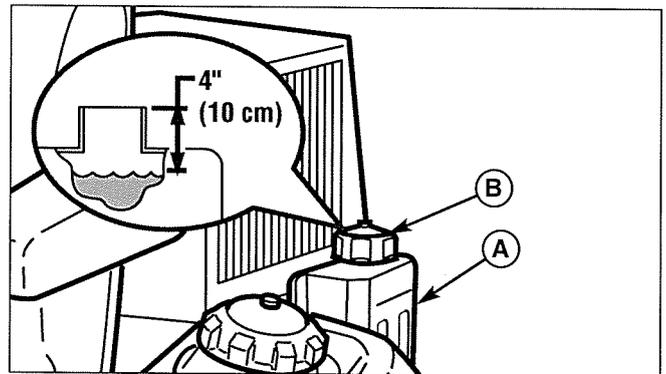

Figure 26. Vérification du niveau d'huile hydraulique
2. Retirer le bouchon du réservoir (B, figure 26).
3. Regarder dans le col de remplissage du réservoir d'huile hydraulique (A, figure 26) et observer le niveau d'huile. Lorsque l'huile est froide, son niveau doit se trouver approximativement à 10 cm (4") sous le haut du col de remplissage.